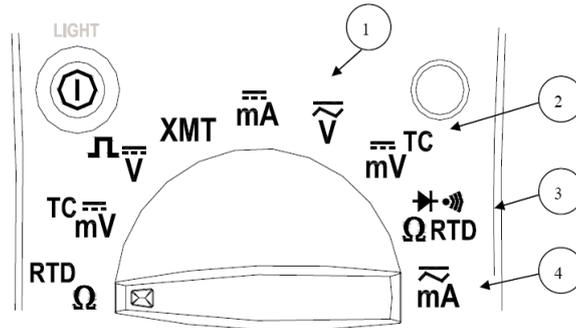

Рисунок 3. Положения функционального поворотного переключателя для выполнения измерений
- Рис. 3 и Таблица 3 описывают измерительные функции последних четырех положений поворотного переключателя.